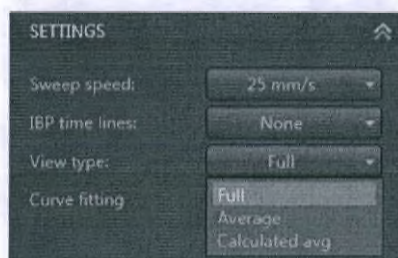

Рис. 10.14: Настройки — Полное сглаживание кривой
- При просмотре шаблона M1 список «View type» (Тип представления) предлагает следующие варианты: «Full» (Полный), «Average» (Средний) и «Calculated avg» (Рассчитанный средний) (рис. 10.14).